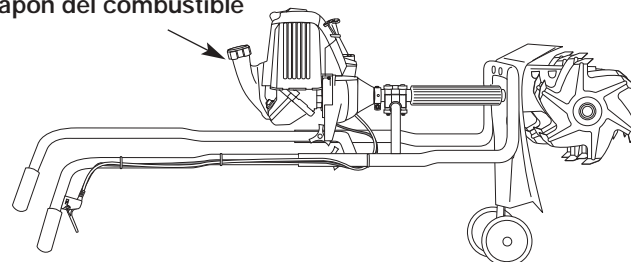

Fig. 9
1. Saque la tapa de la gasolina (Fig. 9). Retire la etiqueta del cuello del tanque de combustible.
**NOTA:** Cargue o agregue el combustible en el tanque únicamente cuando el cultivador esté en posición horizontal (Fig. 9).